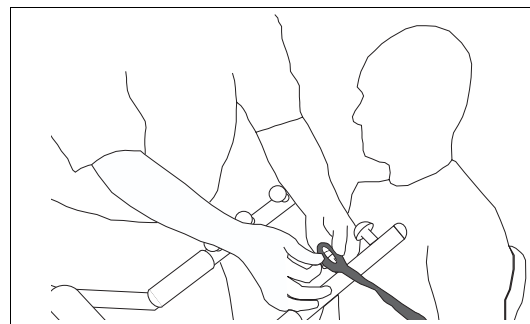
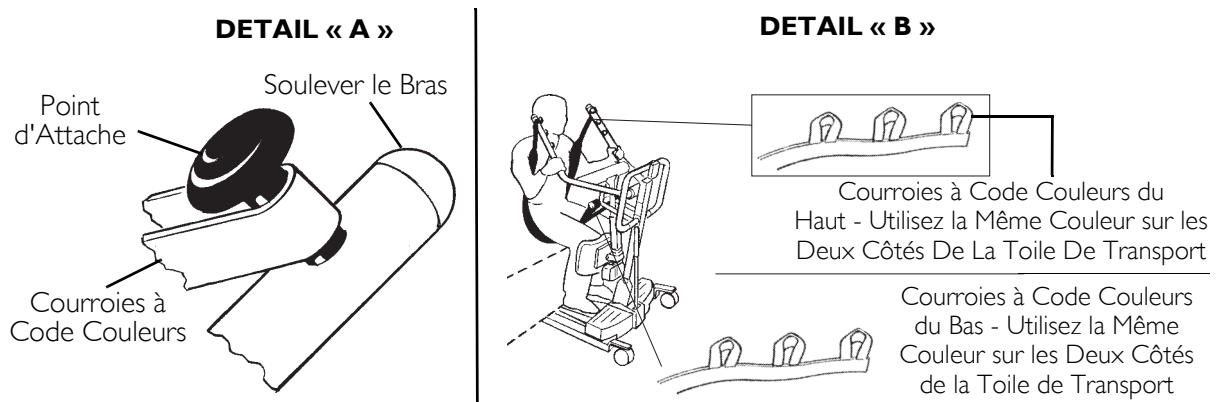

FIGURE 7.6 Fixation des Toiles à l'Appareil Station Debout - Toiles de Transport
FIGURE 7.7 Fixation des Toiles au Lève-personnes - Toiles de Transport
NOTE: Pour cette procédure, consultez la FIGURE 7.6 et FIGURE 7.7 en page 59.
Assurez-vous que la bande à code couleurs est bien fixée à la poignée de fixation dans FIGURE 7.7 en page 59 Détail « A », sinon des blessures ou des dommages pourraient survenir.
- La toile de transport est enroulée autour de l'extérieur de chaque bras de l'appareil. Veuillez consulter le Détail « B » de FIGURE 7.6 en page 58.
- La bande à code couleur la plus proche du patient est utilisée pour maintenir la stabilité et le confort. Veuillez consulter le Détail « B » de FIGURE 7.6 en page 58.
- La bande à code couleur est fixée à la poignée de fixation. Veuillez consulter le Détail « B » de FIGURE 7.7.
- La même bande à code couleurs du haut est utilisée sur les deux côtés de la toile de transport. Veuillez consulter le Détail « A » de FIGURE 7.7.
- Le même point d'attache est utilisé sur chaque bras de l'appareil station debout. Veuillez consulter le Détail « B » de FIGURE 7.6 en page 58. Veuillez consulter le Détail « B » de FIGURE 7.7.